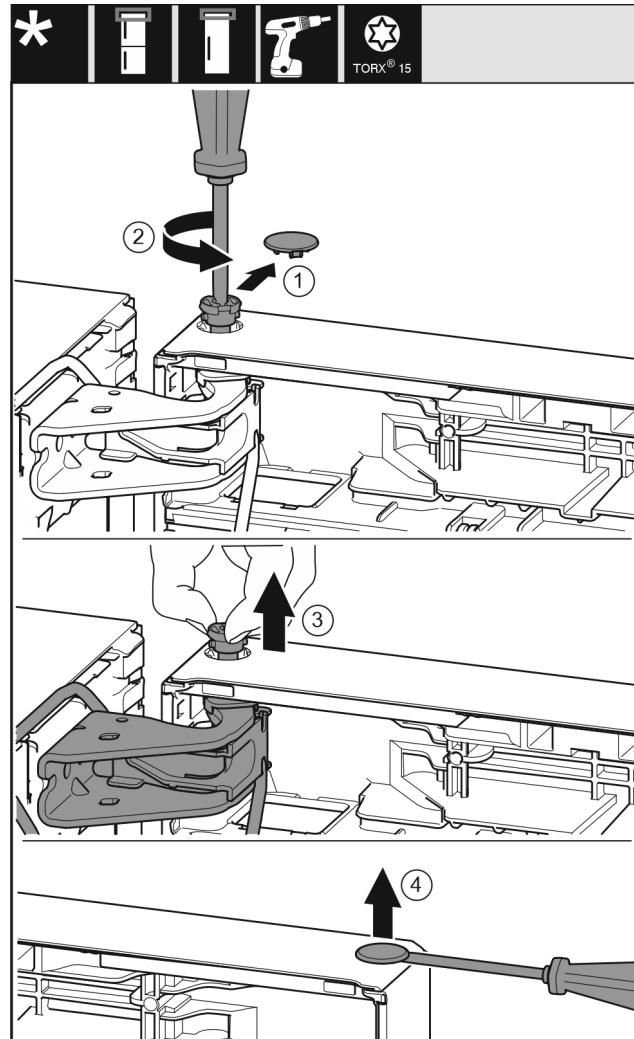

Fig. 22
- ▶ 小心拆下安全盖。Fig. 22 (1)
- ▶ 用 T15 螺丝刀拧下一枚螺栓。Fig. 22 (2)
- ▶ 抓紧门并用手指拔出螺栓。Fig. 22 (3)
- ▶ 用带槽螺丝刀小心地从门轴衬上提起堵头并将其拉出。Fig. 22 (4)